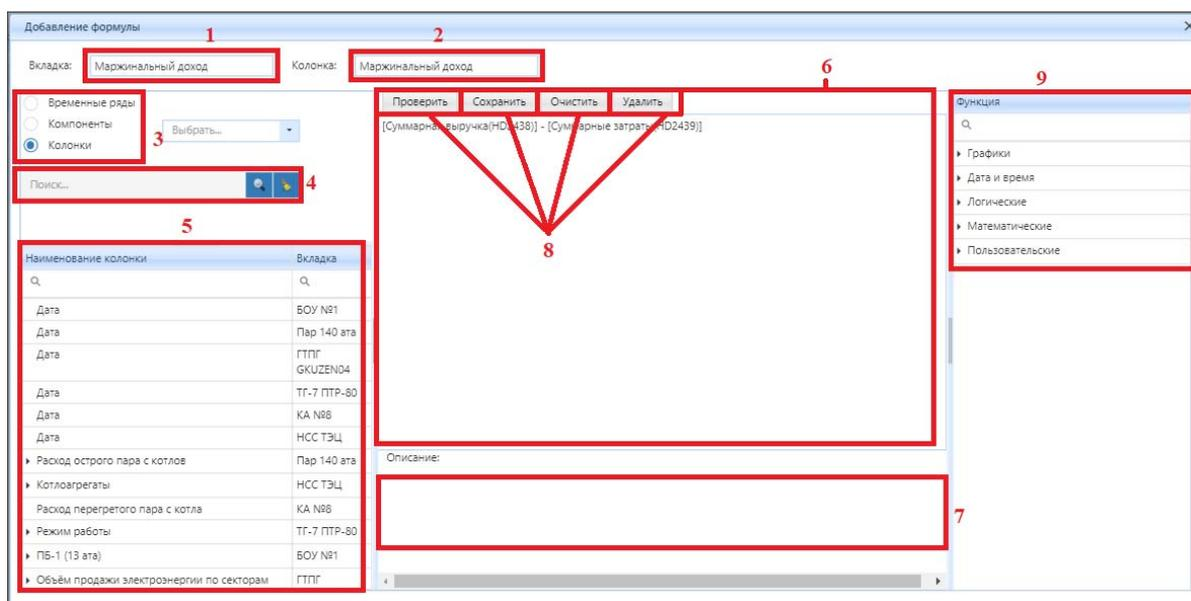

Рисунок 4.6.24 – Окно «Добавление формулы»
- Нажмите на кнопку (2) «Формула» (рис. 4.6.22). После нажатия появится всплывающее окно «Добавление формулы» (рис. 4.6.24).
Структура окна «Добавление формулы» (рис. 4.6.24) следующая:
После создания формулы проверьте ее корректность, нажав на кнопку «Проверить». Если формула заведена правильно (Система уведомит об этом посредством текстового сообщения), то для подтверждения внесенных данных нажмите на кнопку «Сохранить» (блок 8 на рис. 4.6.24).